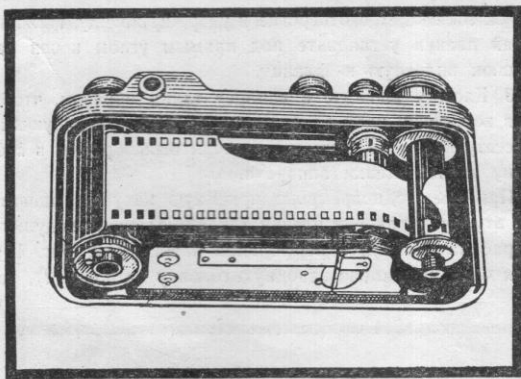

Рис. 10.
При этом одновременно приемную катушку оденьте на втулку, установив пленку так, чтобы зубья ведущего барабана входили в перфорации пленки (см. рис. 10), для чего, удерживая заводную головку затвора (2), по-